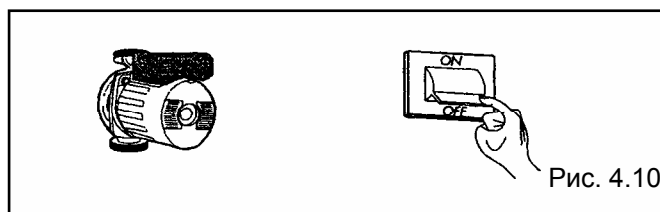

Рис. 4.10
- ⇒ Убедитесь, что вал циркуляционного насоса (если имеется) вращается свободно и в правильную сторону (рис. 4.10);
- ⇒ Убедитесь, что при отключении электропитания общим выключателем происходит полная остановка котла (рис. 4.10).